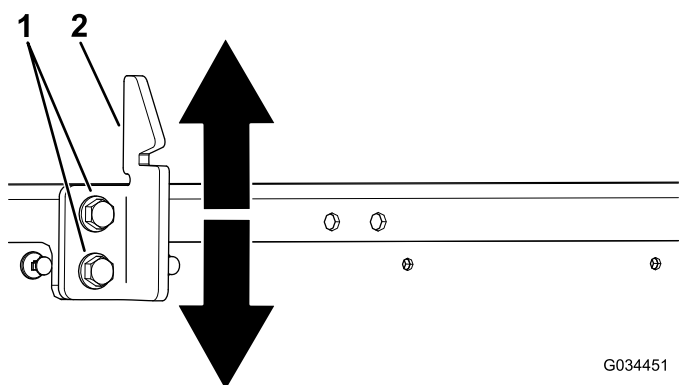

Figure 9
4. Desserrez les 2 boulons sur la gâche du loquet et montez ou descendez la gâche selon qu'elle est trop haute ou trop basse (Figure 9).
5. Serrez les 2 boulons sur la gâche du loquet du plateau (Figure 9).